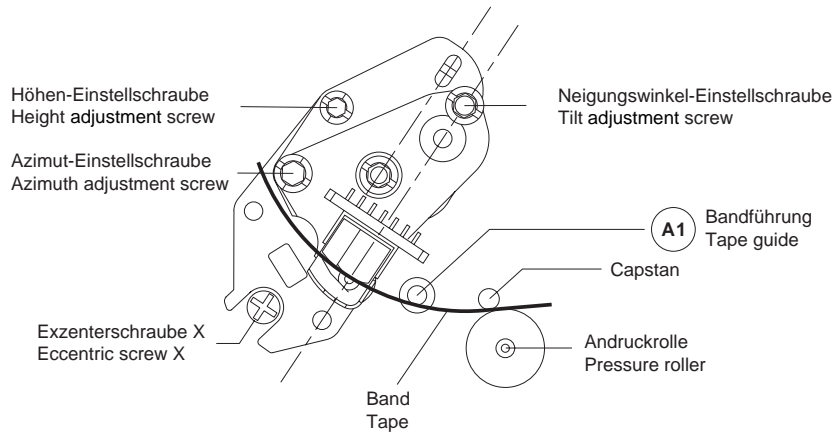

Fig. 25
- Mit der Schraube für den Neigungswinkel (Fig. 25) die Bandunterkante gut auf die Bandführung "A1" aufsetzen (das Band darf nicht an der Unterkante eingerollt sein).
- By means of the tilt adjustment screw (Fig. 25) move the tape until the lower edge just touches the tape guide "A1" (the lower edge of the tape must not bend).
- Mit der Höheneinstellschraube maximale Ausgangsspannung einstellen (Fig. 25).
- Mit der Azimuteinstellschraube auf maximale Ausgangsspannung einstellen (Fig. 25).
- Mit der Exzentrerschraube (Fig. 25) das Trackingsignal "TRIV" auf Maximum stellen (DC-gekoppelt).
- Adjust for maximum output voltage with the height adjustment screw (Fig. 25).
- Adjust to maximum output voltage with the azimuth adjustment screw (Fig. 25).
- With the eccentric screw (Fig. 25) adjust the "TRIV" tracking signal to maximum voltage (DC-coupling).